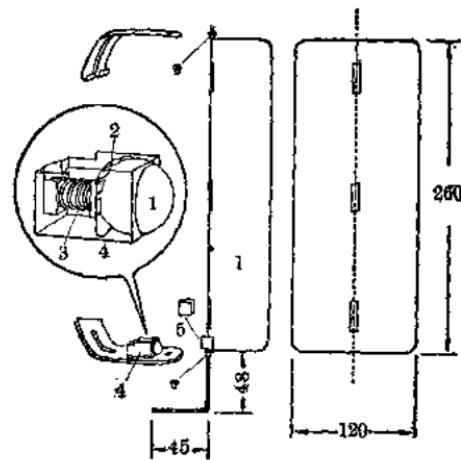

图 12 小顶珠图解
4. 另外, 如有需要, 还要一个避免导向片与扇面成垂直角度的装置, 这就是图 2、图 12 中的小顶珠。它由小盒、螺旋弹簧(软)、弹子组成(图 12), 装在图 2 中 4、5 所示的地方, 即导向片小凸片的对面, 使导向片不能与扇面垂直。注意弹簧要松而又有弹性, 可保证小凸片在弹子曲面上左右拂动时弹